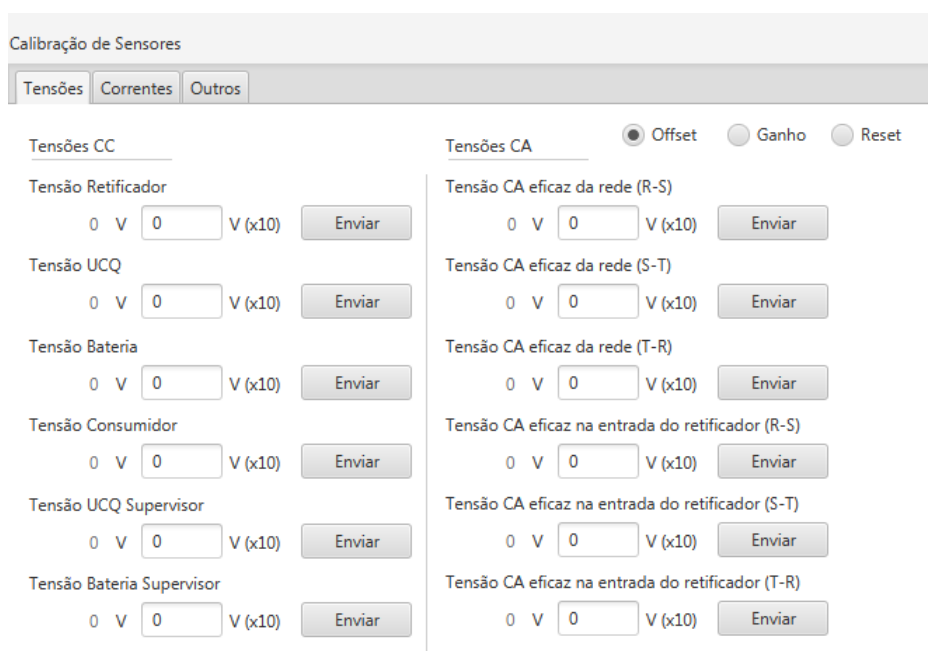

Figura 6.39: Calibração das leituras das tensões
- Para realizar a calibração, selecione a aba da grandeza a ser ajustada, tensão ou corrente, conforme Figura 6.39 na página 6-43 e Figura 6.40 na página 6-44.